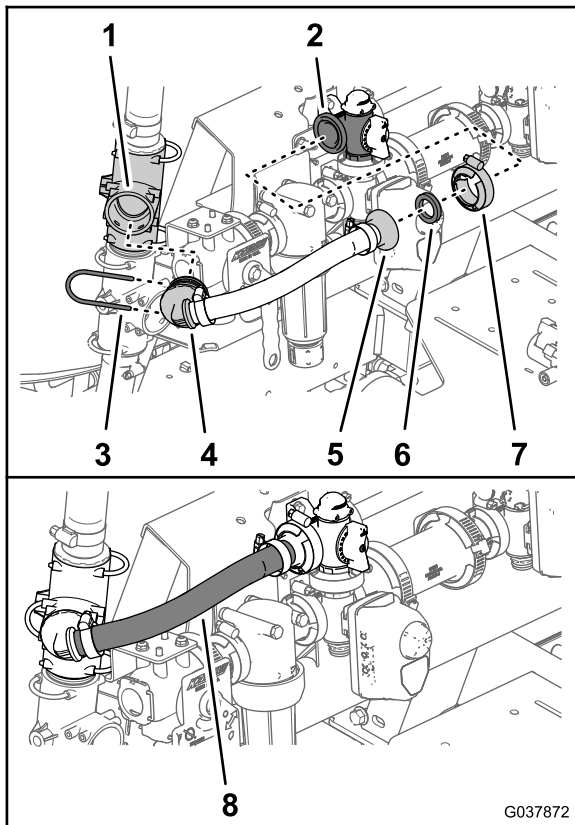

Figure 69
2. Fixez le raccord à 90° cannelé du flexible de dérivation d'agitation au raccord en T supérieur (Figure 69) à l'aide de l'étrier que vous avez retiré à l'opération 2 de Dépose des flexibles de dérivation d'agitation et d'alimentation du pulvérisateur (page 18).
- Fixez le raccord à bride cannelé du flexible de dérivation d'agitation et le joint (25 x 35 mm) sur la bride de la vanne de dérivation d'agitation (Figure 69) à l'aide d'un collier bride (40 à 64 mm).